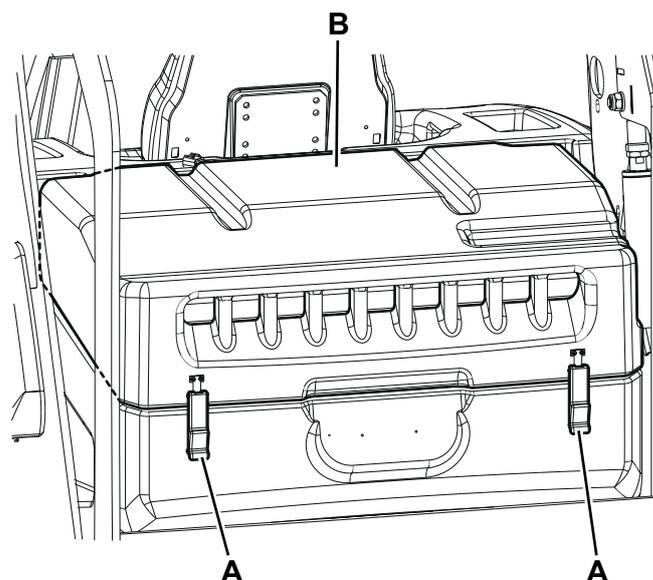

Figure 16
1. Amener la machine sur un sol plat, serrer le frein de stationnement et tourner la clé de contact (51) sur « 0 ».
2. Ouvrir le coffre du compartiment moteur (19) et le bloquer à l'aide de la tige de sécurité (44).
3. Décrocher les dispositifs de retenue (A, Fig. 16) et enlever le coffre du système d'aspiration (B).
7. Pousser sur le levier (E) pour dégager et fermer le couvercle (B, Fig. 16).
8. Accrocher les dispositifs de retenue (A).